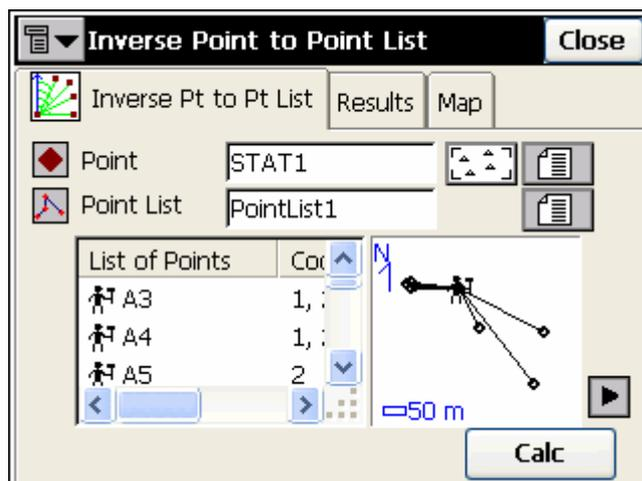

Рисунок 8-2. ОГЗ для списка точек
1. Выберите точку и список точек (рис. 8-2)